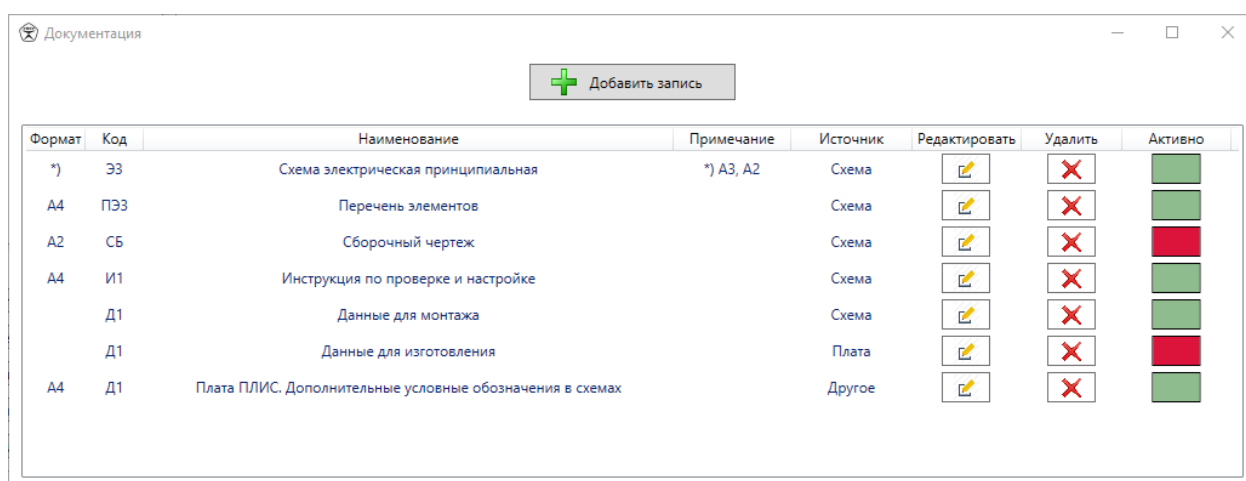

Рисунок 14
11) Кнопка «Документация» позволяет добавлять и изменять перечень документов, заносимых в спецификацию. Будут использованы только те документы, поле «Активно» которых окрашено зеленым. Включить или отключить документ из спецификации можно путем однократного нажатия на соответствующую кнопку «Активно» (рисунок 14).